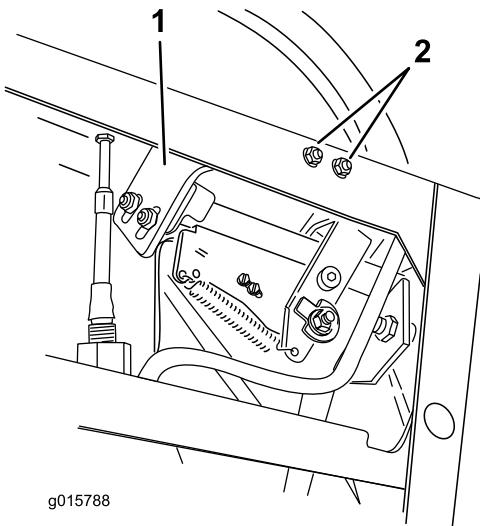

Figura 6
9. Rimuovete la staffa destra con l'interruttore di prossimità attaccato alla medesima (Figura 6).